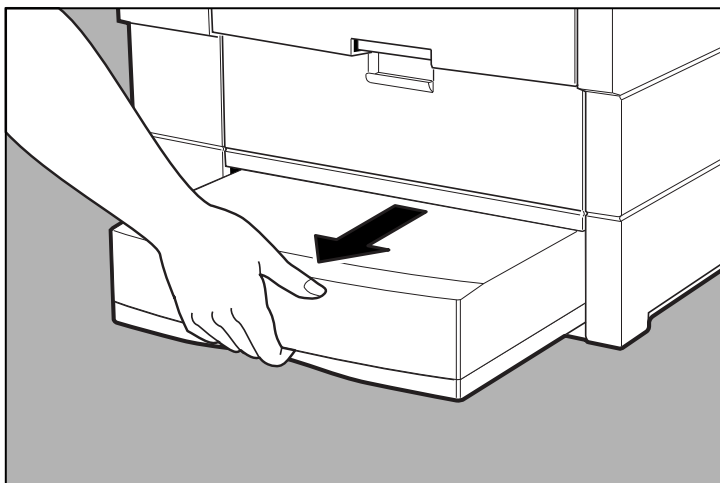

Fig. 2.15 Aprire il cassetto
- a. Aprire il cassetto finché non si ferma (fig. 2.15).